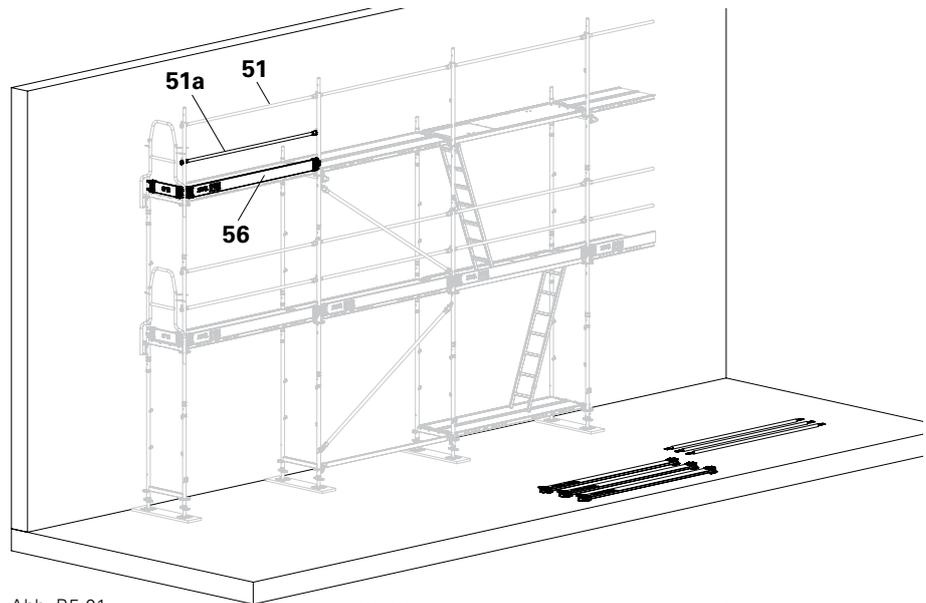

Abb. B5.01
1. Bordbretter UPF (56) und Zwischenholme (51a) abbauen. Die oberen Geländerholme EPG (51) bleiben als Absturzsicherung eingebaut. (Abb. B5.01)